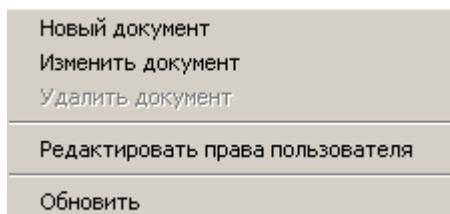

Рис. 241
**Изменить документ...** (кнопка  на панели инструментов или команда «**Изменить документ**» главного пункта меню «**Документ**») – команда выводит окно изменения имени и пароля, представленное на Рис. 241.